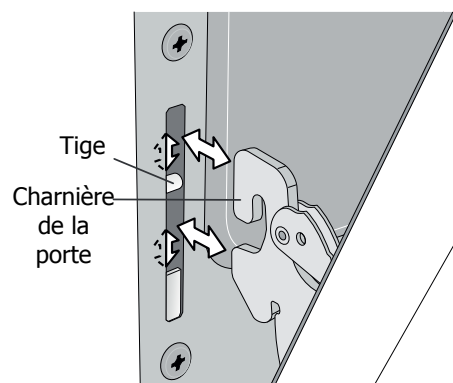

Fig. 4
5. Lorsque la porte est à la position d'arrêt pour gril, soulevez les bras des charnières sur les tiges situées de chaque côté du cadre du four (fig. 4).
2. En tenant la porte dans le même angle que pour le retrait, posez le crochet du bras de charnière sur les tiges situées de chaque côté du cadre de la porte (fig. 4). Les crochets des bras de charnière doivent être bien assis sur les tiges.